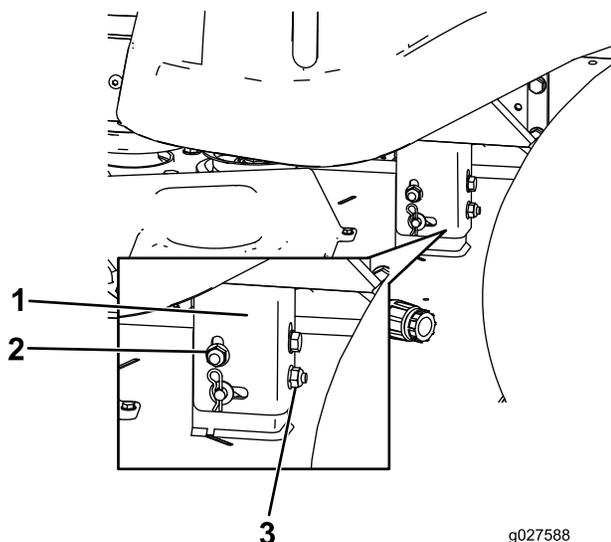

**Figura 54**
1. Utilize uma lima para afiar aresta de corte em ambas as extremidades da lâmina (Figura 54).